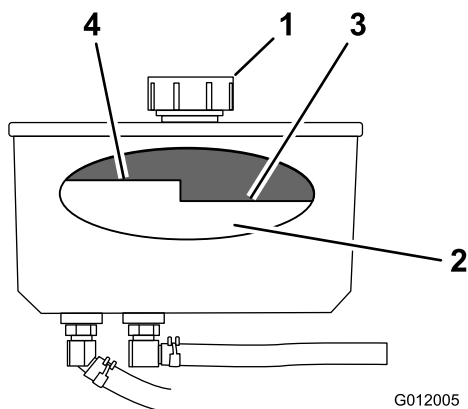

Figure 73
4. Nettoyez la surface autour du bouchon et du goulot de remplissage du réservoir hydraulique (Figure 73).
5. Enlevez le bouchon du goulot de remplissage. Vérifiez le niveau d'huile à l'intérieur du réservoir. (Figure 73).